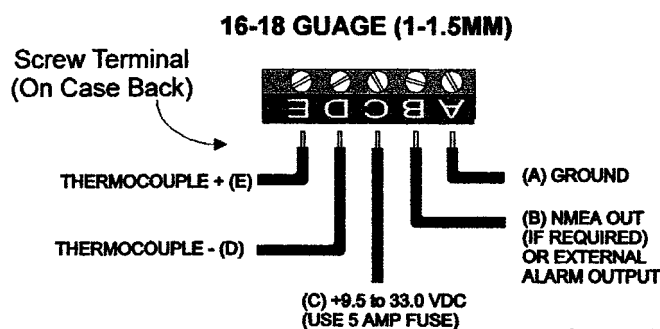

Fig.1
- Confrontate accuratamente i collegamenti con le figure 1. Se i collegamenti sono corretti, potete montare lo strumento. Assicuratevi che la guarnizione sia al suo posto e usate soltanto le mani per stringere il supporto. *Non stringere troppo il supporto o il case potrebbe subire danneggiamenti. Non usare strumenti per avvitare.*